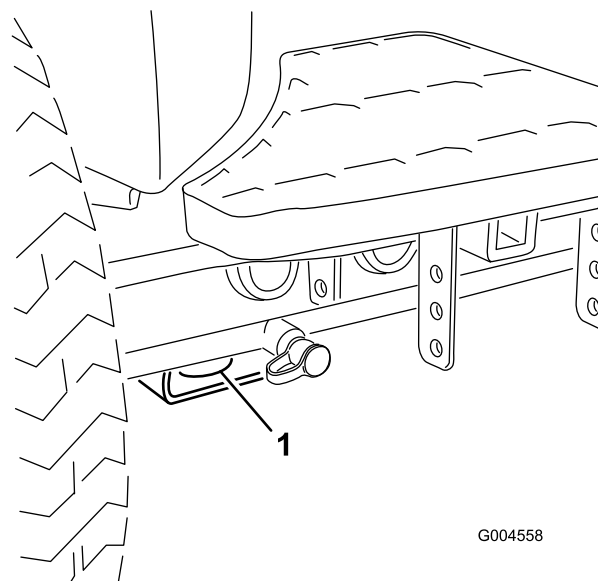

Figura 57
- Dianteira – o orifício na pastilha retangular, por baixo do tubo do eixo, dentro de cada pneu dianteiro (Figura 57).